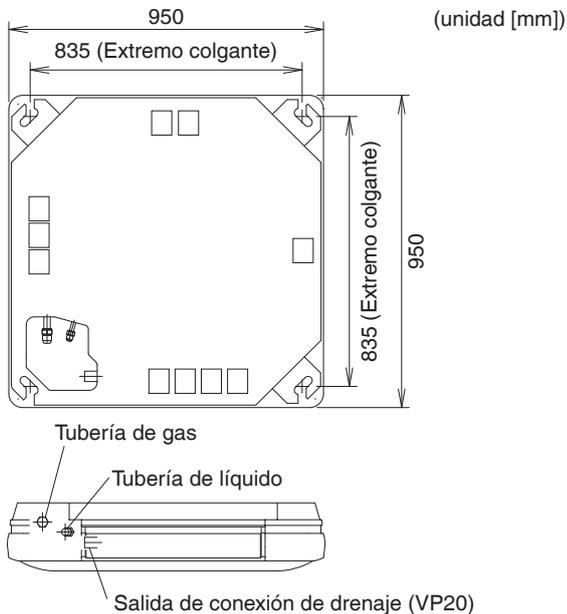

Fig. 5
- (1) Compruebe las ubicaciones de los pernos de suspensión, los orificios de salida de las tuberías, el orificio de salida de la tubería de drenaje y el orificio de entrada del cableado eléctrico de la unidad interior. (El diagrama muestra la vista desde el techo.) (Refiérase a la Fig. 5 y Fig. 6)